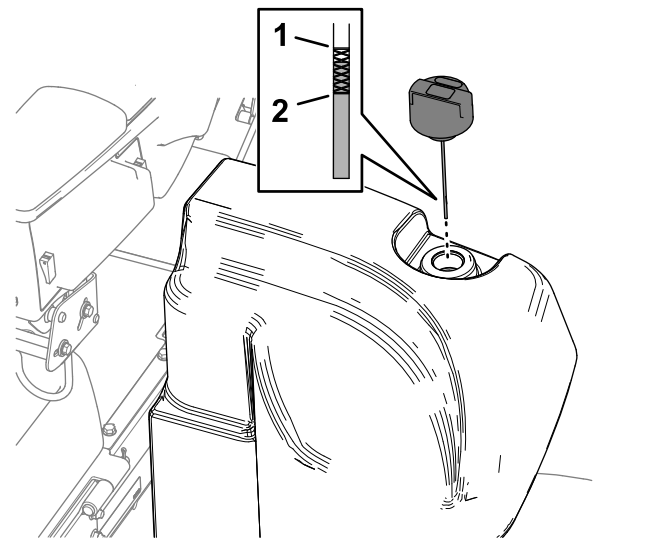

Figura 142
2. Limpe a zona em redor do tubo de enchimento e da tampa do depósito hidráulico (Figura 142).